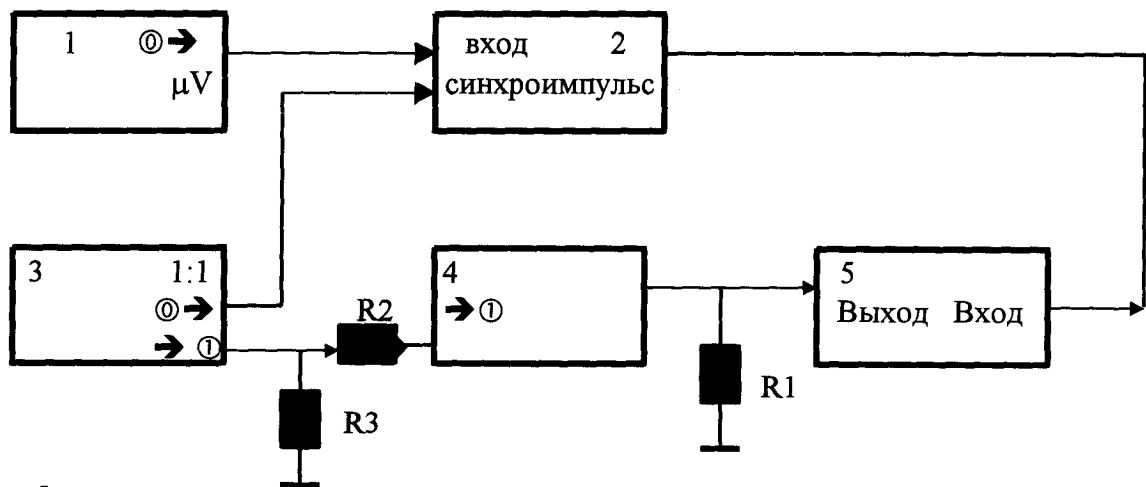

Рис. 5.
11.4.4.1. Собрать схему согласно рис. 5
11.4.5.1. Собрать схему согласно рис. 5